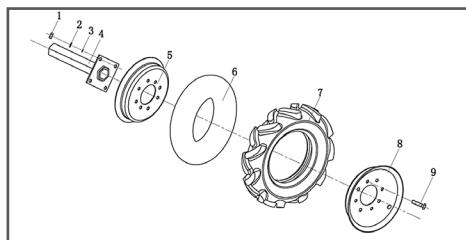

Рис.3 Установка колеса на мотоблок
5. Установите оси колес на диски с помощью крепежа (Рис. 3).